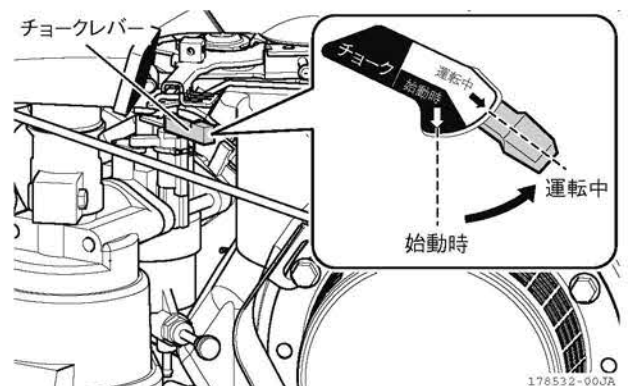

図 2-34 チョークレバー
3. エンジンの回転状態を見ながらチョークレバーを徐々に「運転中」位置にします。(図 2-34) (エンジンが冷えている場合のみ)